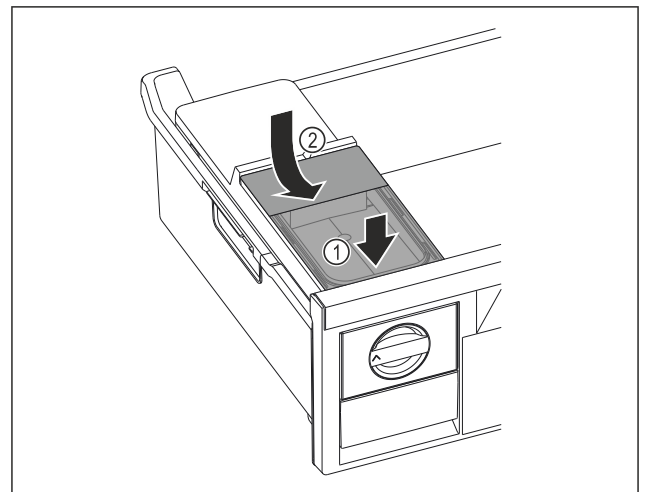

Fig. 73
- ▶ Watertank aan de voorkant plaatsen. Fig. 73 (1)
- ▶ Watertank aan de achterkant laten zakken. Fig. 73 (2)